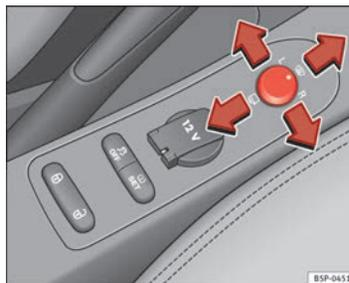

Fig. 90 Mando de los retrovisores exteriores
1. En primer lugar, gire el mando ⇒ fig. 90 hasta la posición **L** (retrovisor izquierdo). ▶
- Gire el mando ⇒ fig. 90 hasta la posición ☞ para plegar los retrovisores exteriores. Para evitar daños en el vehículo, debería plegar los retrovisores exteriores siempre que utilice un túnel de lavado automático.